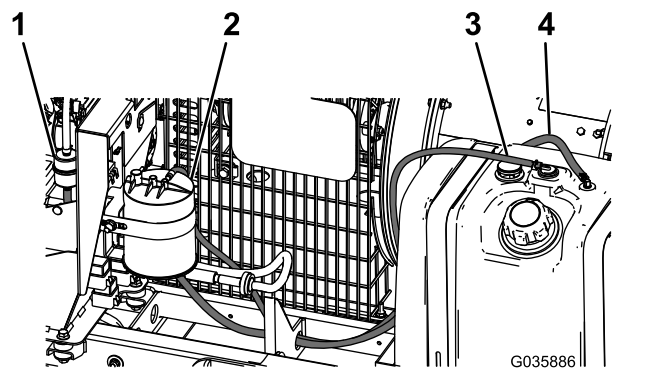

Рисунок 8
9. Подсоедините шланги к топливному баку и топливному фильтру, используя ранее снятые хомуты шлангов, как показано на **Рисунок 8**.
10. Присоедините шланг длиной 1,5 м к топливному баку и фильтру с угольным элементом, используя ранее снятые шланговые хомуты, как показано на **Рисунок 8**.